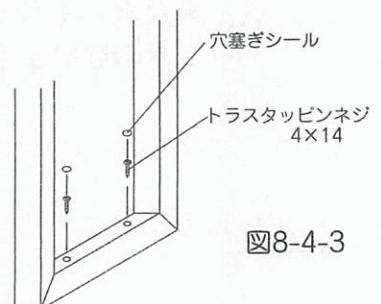

図8-4-3
- ②ドレッサー脚を所定のネジで床固定し、穴を穴塞ぎシールで隠してください。(図8-4-3)